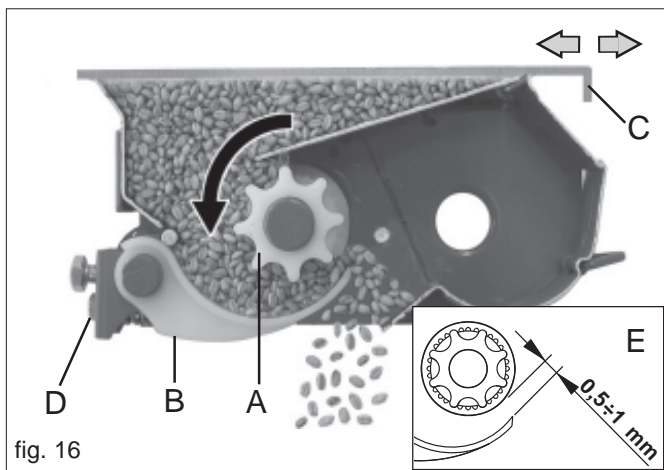

fig. 16
Korrekt eingestellte Abtaster (B Abb. 16) sichern einen gleichmäßigen und konstanten Verteilfluß des Saatgutes.
- 3) über die Schraube (D) wird der Abstand zwischen Abtaster und Verteilerwalze auf 0,5 ÷ 1 mm (E Abb.16) eingestellt.
Die Schliesser (C Abb. 16) der Saatgutauslassöffnung aus dem Trichter haben zwei Positionen: